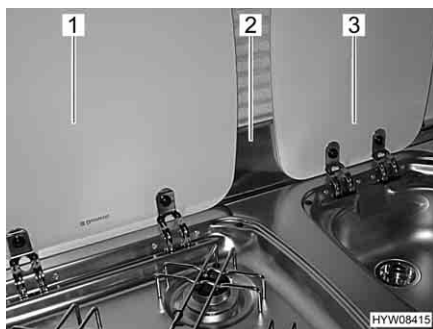

Fig. 88 Lastra proteggifiamma e coperture
Prima della cottura, agganciare la lastra proteggifiamma (Fig. 88,2) al telaio della finestra. La lastra proteggifiamma copre così l'area tra le coperture del lavandino (Fig. 88,3) e il fornello a gas (Fig. 88,1).
- Agganciare la lastra proteggifiamma (Fig. 88,2).
- Aprire la copertura del fornello a gas (Fig. 88,1).